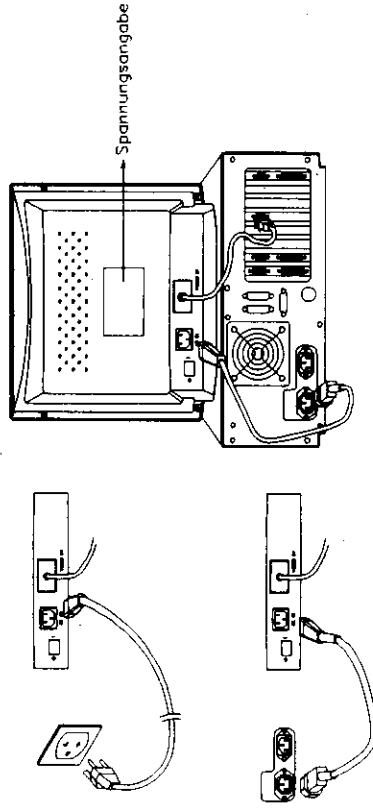

Abb. 3 Anschluß des Videokabels und der Netzzuleitung
1. Das 15-pin Anschlußstecker des Signalkabels in den Videoausgang des Computers einstecken. Siehe: Abb. 3.
Der Monitor wird mit einer Netzzuleitung geliefert. Siehe: Abb. 3. Anschlußteil in den entsprechenden Stromausgang des Computers einstecken. Ein drei-adriges Kabel muß verwendet werden, um eine ausreichende Erdung zu gewährleisten.